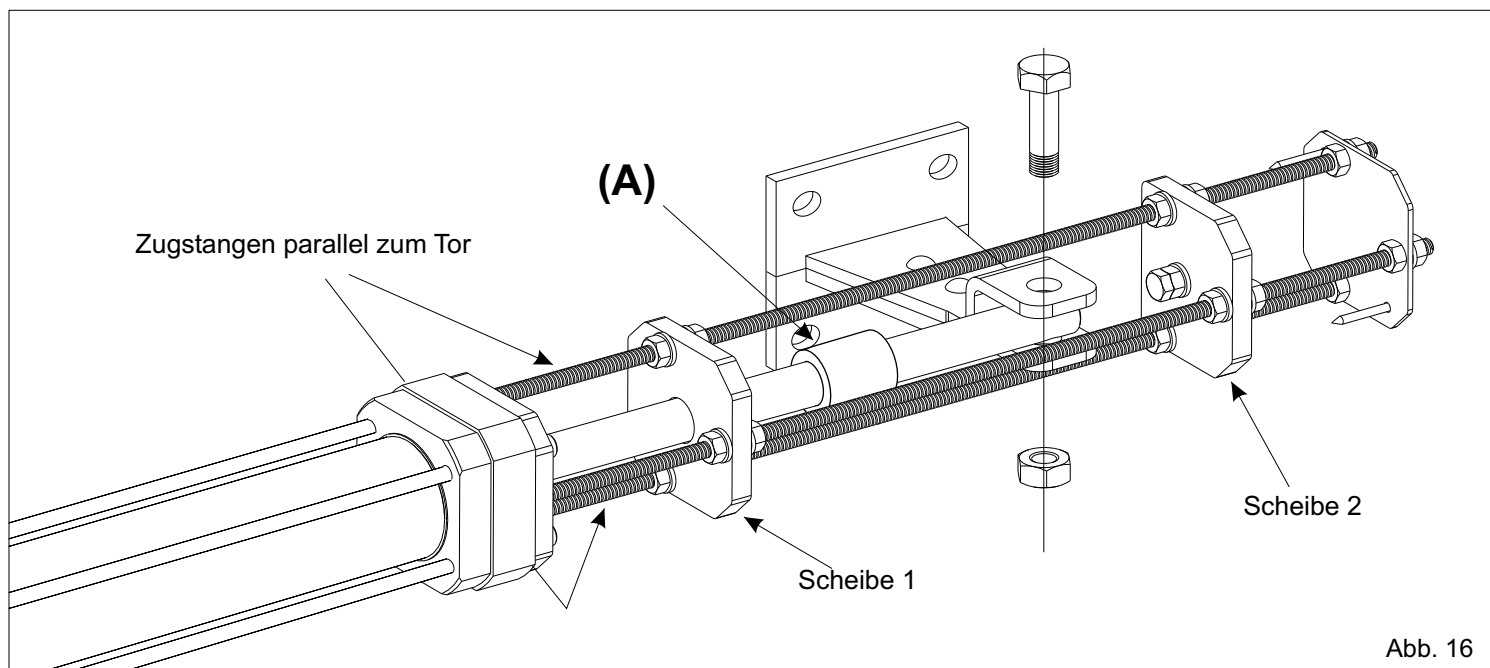

Abb. 16
- Die Endschalteranschlüge auf die Vordeflansch der Einheit mit den zwei (der insgesamt drei sich auf dem Anschlag befindlichen) Zugstangen, die parallel zum Tor (Abb.16) stehen positionieren.
- Die mitgelieferte Buchse (A) in den Kolben (Nur Mini Tank Ausführung) einführen.